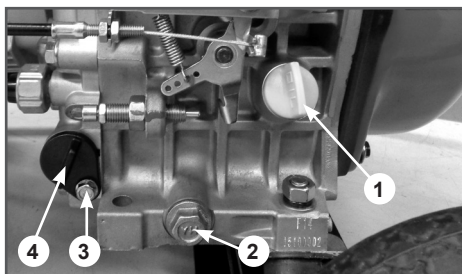

Рис. 15 Замена моторного масла
3. Извлеките крышку-щуп (Рис. 15 п. 1) из маслозаливной горловины и вытрите щуп чистой ветошью.
4. Открутите пробку (Рис. 15 п. 2) для слива масла и слейте отработанное масло в подготовленную для этого емкость.
6. Открутите болт фиксации масляного фильтра (Рис. 15 п. 3). Во избежание пролива масла подложите кусок ветоши под масляный фильтр, после чего извлеките его (Рис. 15 п. 4).